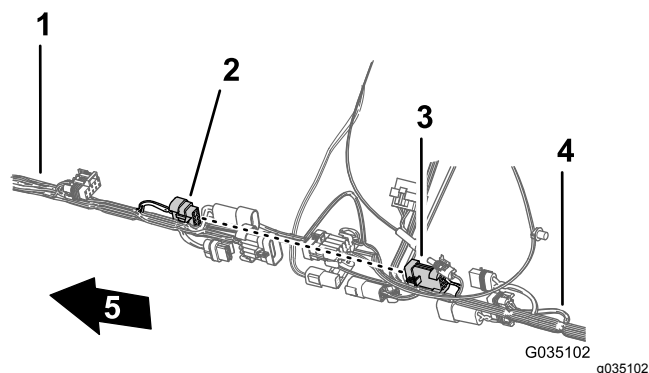

図 88
3. 前方ハーネスのスプレー用ハーネスインターコネクタの8ピンコネクタを、後方ハーネスのレートスイッチ用8ソケットコネクタに接続する 図 88。